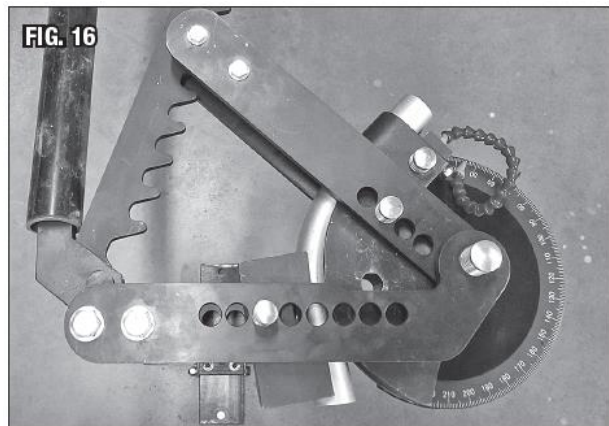

Рис. 16
9. Как только вся полезная длина трещотки будет достигнута, и диапазон гибки закончится, направляющий штифт (M)  $\varnothing 7/8$ "x5-3/8" [Ø22x136 мм] должен быть вытаснен и перемещен в приводном звене и далее по направлению к центру формы (Рис.16).